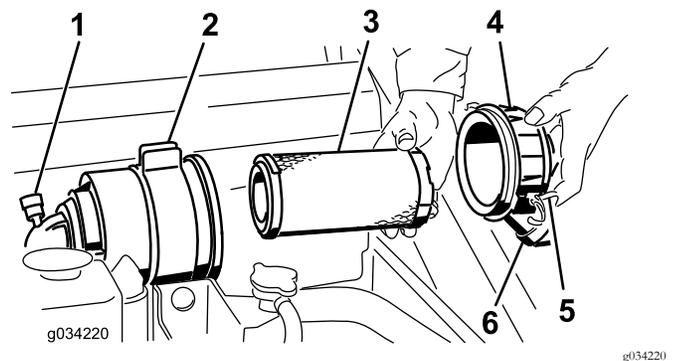

Figure 36
Important: Faites l'entretien du filtre à air uniquement quand l'indicateur de colmatage est rouge (Figure 36). Changer le filtre à air prématurément ne fait qu'accroître le risque de contamination du moteur par des impuretés quand le filtre est déposé.
4. Déverrouillez le filtre à air et détachez le couvercle du boîtier du filtre (Figure 36).
1. Sortez le préfiltre du boîtier du filtre avec précaution (Figure 36). Évitez de cogner l'élément à l'intérieur du boîtier.
3. Insérez le préfiltre dans le boîtier avec précaution (Figure 36). Assurez-vous qu'il est bien engagé en appuyant sur le rebord extérieur.
4. Reposez le couvercle du filtre à air, le côté portant l'inscription « UP » en haut, et fermez les dispositifs de verrouillage (Figure 36).